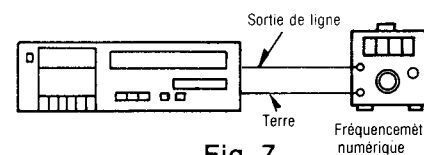

Fig. 7
- Brancher les appareils comme indiqué dans la Fig. 7.